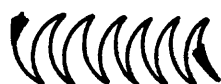

Fig. 10
- ___ a Oscile el electrodo en el resto de los cordones con movimiento en zig-zag curvo o semicircular (fig. 10).